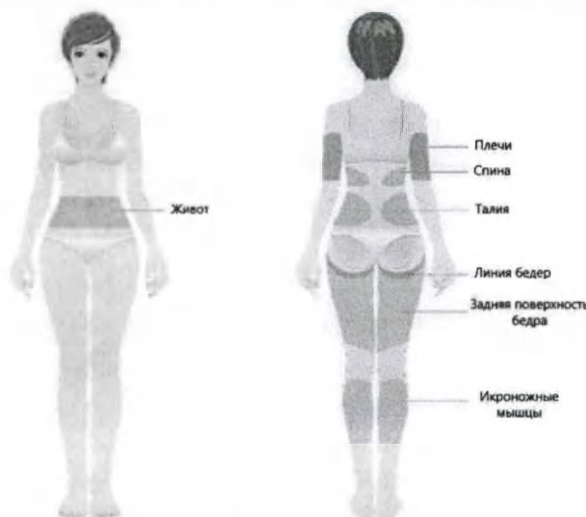

Рисунок 24 – Области проведения терапии
1. Выберите область на теле пациента для предполагаемого терапевтического воздействия (см. Рисунок 24), исходя из выбранной области подберите излучатель нужного размера, согласно таблице 16.